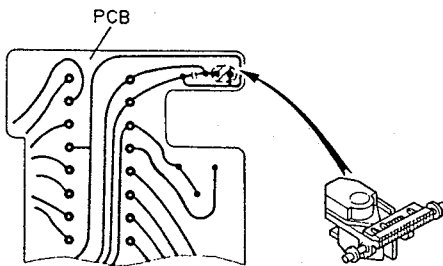

Fig. 4-1
- Before removing the pickup assembly be sure to solder-bridge where indicated in the inset (Fig.4-1) to prevent the laser diode from being electrostatically damaged.
- ピックアップ ASSY を外すときは、レーザー・ダイオードの静電破壊防止のため、必ず斜線部分(Fig.4-1)を半田ブリッジしてから作業をしてください。